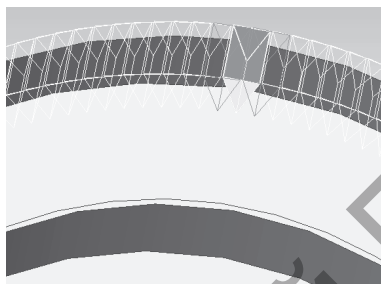

Рисунок 13.7
7. После указания операции становится доступной кнопка «Выбор точек оси вращения». Выберите начальную и конечную точки оси. Установите значение угла  $360^\circ$  и шага 2. Щелчком мыши нажмите и повторным щелчком отожмите кнопку «Предварительный просмотр». На экране останется фантом предварительно построенного рифления (рис. 13.7). Увеличьте масштаб просмотра.